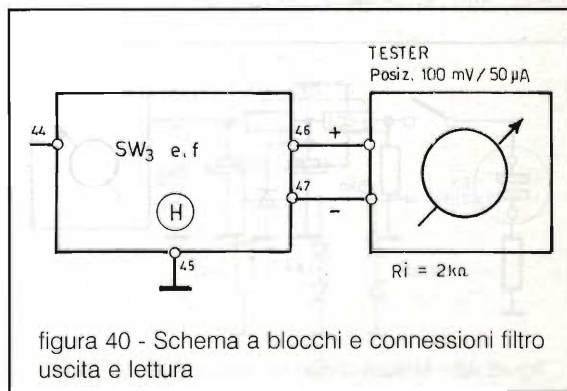

figura 40 - Schema a blocchi e connessioni filtro uscita e lettura
**Blocco "H": filtro di uscita e strumento di lettura** (figura 40)